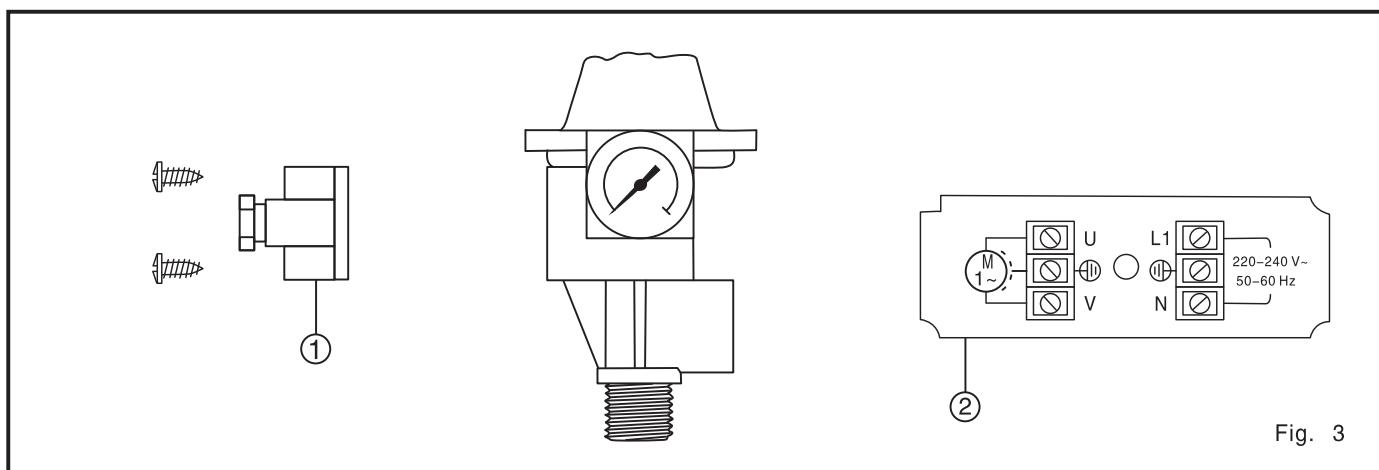

Fig. 3
- Den elektrischen Anschluss nach dem Schaltbild im Bild 3 überprüfen.
BRANCHEMENTS ELECTRIQUES (Fig. 3)
→ Vérifier raccordements selon schéma Fig 3.